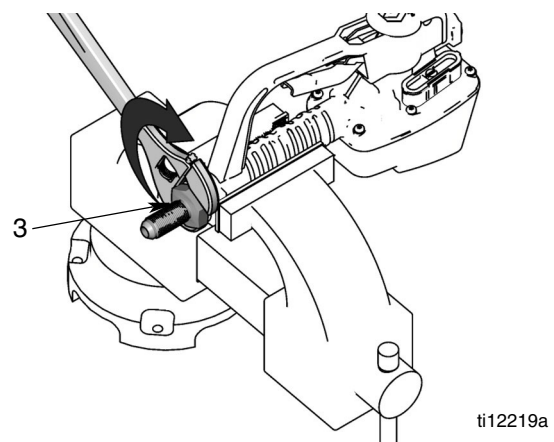

FIG. 5
5. Instale el accesorio de tabique divisorio (3) en la entrada del medidor (FIG. 5). Use una llave de tuercas para ajustar el accesorio.